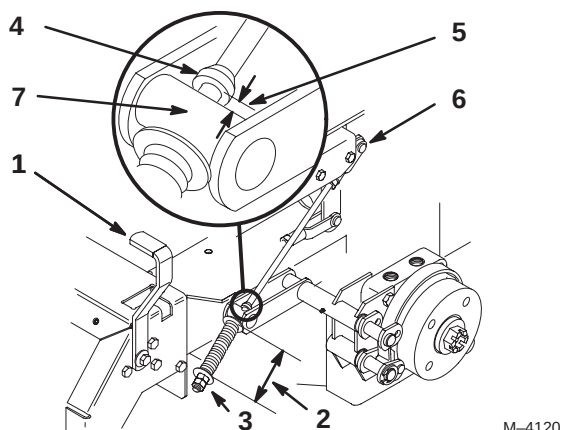

Figure 56
2. Mesurez la longueur du ressort. Il doit atteindre 70 mm entre les rondelles (Fig. 56).
3. Si un réglage est requis, desserrez le contre-écrou situé sous le ressort et serrez l'écrou directement au-dessous de la chape (Fig. 56). Vissez l'écrou jusqu'à ce que le ressort ait la longueur voulue. Serrez les deux écrous ensemble et répétez la procédure de l'autre côté de la machine.
6. Mesurez la distance entre le galet de tourillon et le collier sur la tige de frein. Elle doit être comprise entre 5 et 7 mm (Fig. 56).
7. Si un réglage est requis, desserrez le contre-écrou situé juste au-dessous de la chape. Tournez les écrous de réglage inférieurs jusqu'à obtention de l'écart voulu (Fig. 56). Serrez le contre-écrou sur la chape.